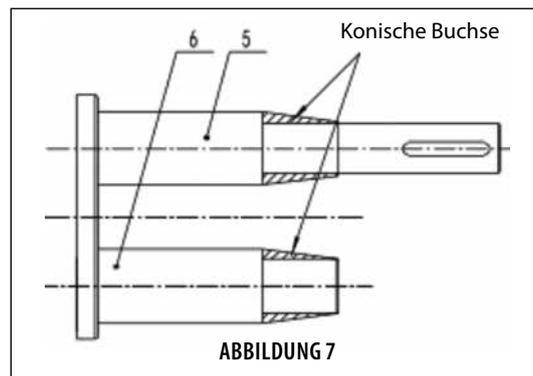

ABBILDUNG 7
**ACHTUNG:** Um die Montage der Öldichtung (104) zu erleichtern und Beschädigungen während der Montage zu vermeiden, empfiehlt es sich, bei der S-Serie die konische Installationsbuchse für die Öldichtung zu verwenden (siehe Abbildung 7), um einen allmählichen Übergang von einem kleineren zu einem größeren Durchmesser zu gewährleisten.
Installieren Sie gemäß Abbildung 7 die konische Installationsbuchse für die Öldichtung, befestigen Sie die vordere Lagergehäuseeinheit (02) und die Dichtung (22) mit einer Stiftschraube (117), einer flachen Unterlegscheibe (119) und einer Mutter (118) am Pumpengehäuse (01) und entfernen Sie anschließend die konische Installationsbuchse für die Öldichtung.